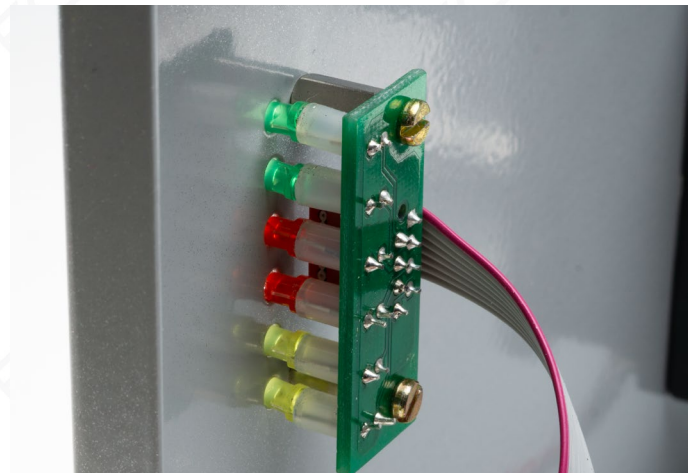

Bild 32: Eingebautes LED Board von innen
- Befestigen Sie das LED Board mit Schrauben M3 x 6 ³⁵ (Bild 32). Die Schrauben liegen dem Steuerungsbausatz bei.